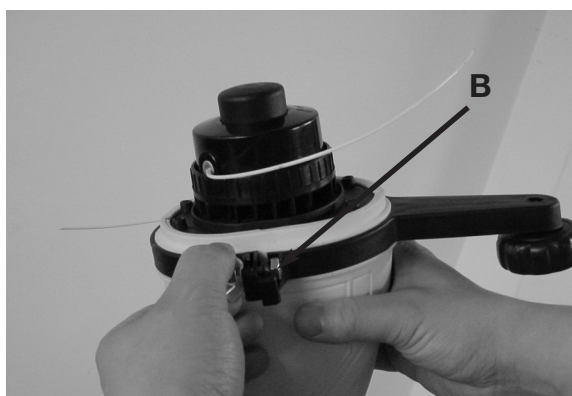

Fig. 2
2. Apriete la tuerca de mariposa (B) firmemente. (Fig. 2)